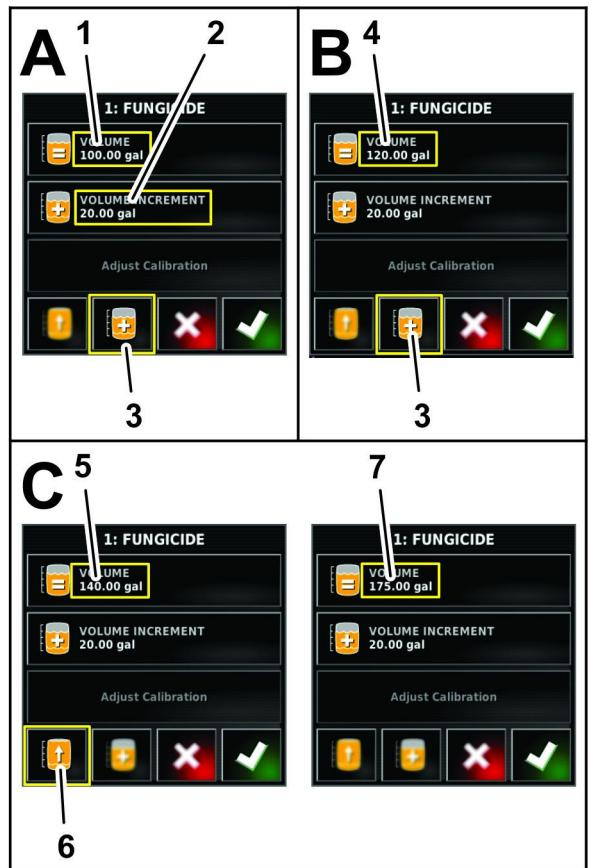

図 40
- 薬剤を後からタンクに投入する場合には、容量追加アイコン図40を押します。
5. テンキーを使って薬剤などタンク内の水に追加するものの増加分を入力し、承認アイコンを押します図 40。
6. 薬剤を後からタンクに投入する場合には、タンク内にその薬剤を投入したら、薬剤追加投入量アイコンを押します図 40。
7. 複数の薬剤を混合タンクミックスする場合には、ステップ6を必要なだけ繰り返す図40。
- 注** 水だけ、または水と薬剤をタンクに満量まで入れる場合には、満量まで入れるアイコンを押します図40。